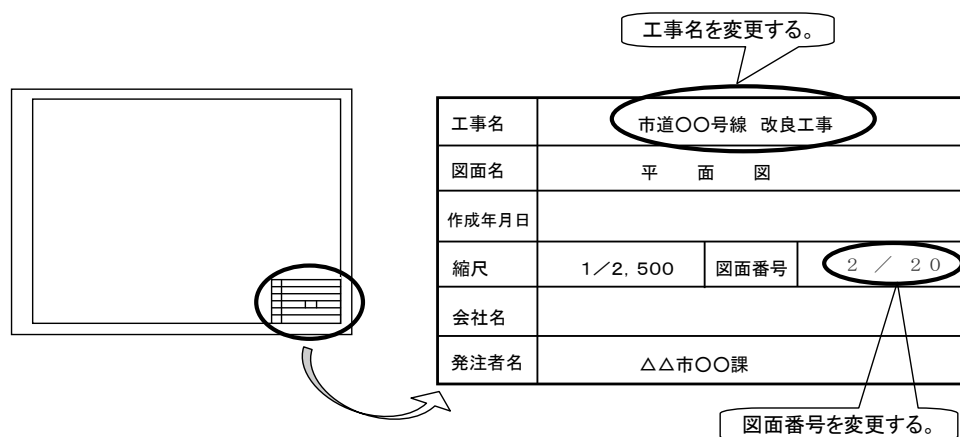

図 2-3 表題欄の工事名及び図面番号等の修正イメージ
- 「2.1.4. (1) C A D図面作成」に従って新規に作成した図面と過去の委託成果図面の順番を組み直し、図面の表題欄の工事名及び図面番号等を修正する。(図 2-3 参照)